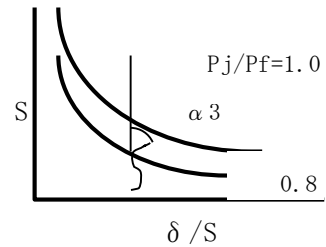

図4 $S \sim \delta/S$ 管理図例
2. $Pj/Pf \geq 0.8$ で $\alpha 3 \geq 1$ (図4参照)